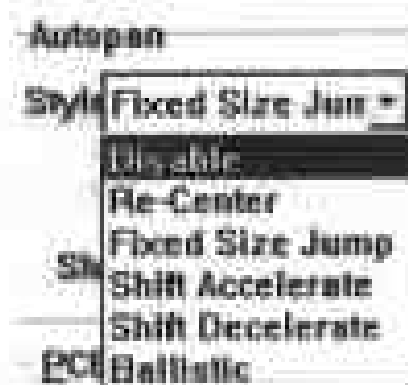

图 6-9 Autopan 的 Style 选项
1) **Style:** 边移方式单击编辑框右边的下拉式按钮, 将出现 6 种供选择的方式, 如图 6-9 所示。